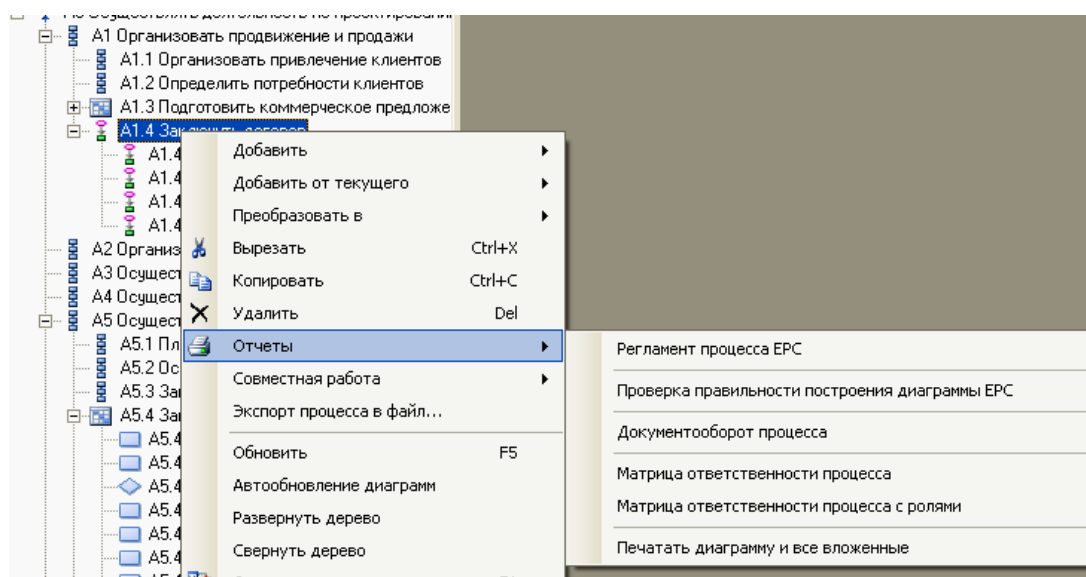

Рисунок 67 – Вызов на выполнение динамического отчета *Регламент процесса EPC* для процесса A1.4 «Заклучить договор»
*Динамические отчеты* – это элементы класса *Отчеты объектов*, в которых осуществляется привязка к классу элементов. В результате выполнения динамического отчета пользователь получает информацию о том элементе, от которого вызван отчет. Справочник динамических отчетов открывается выбором пункта главного меню *Отчеты* → *Отчеты объектов*. Отчет вызывается на выполнение из объекта в навигаторе (рисунок 67) или из формы списка элементов класса по кнопке на панели инструментов *Отчеты* выбором названия отчета.